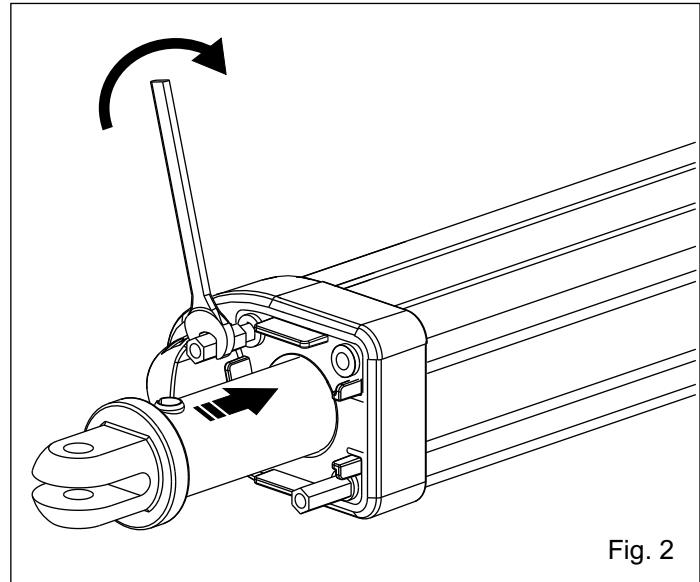

Fig. 2
- Atornillar completamente los 2 dados hexagonales suministrados con el golpe mecánico (Fig. 2)